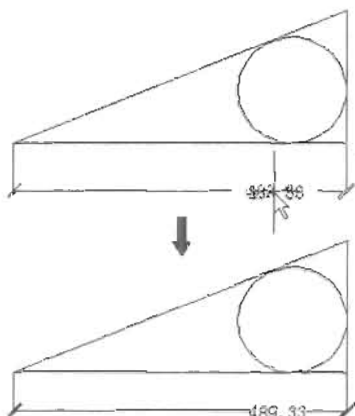

图 10-109
(2) 移动标注文字。在“标注”工具栏中单击“编辑标注文字”按钮,然后根据命令提示进行操作,移动之后的效果如图 10-109 所示,命令执行过程如下。